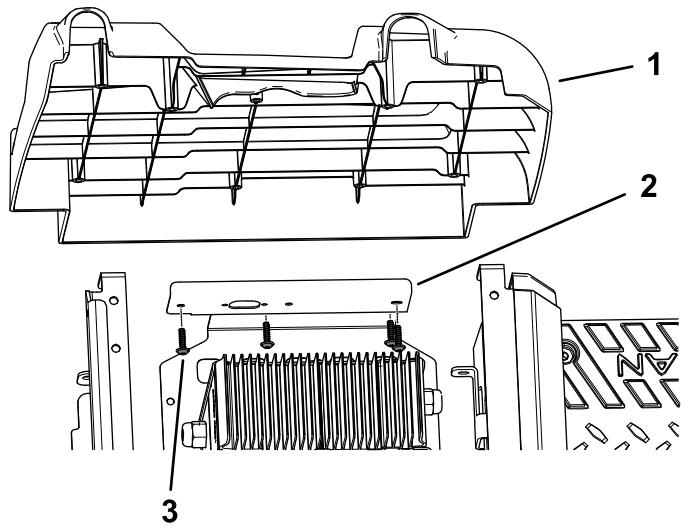

图6
- 使用 T30 套筒扳手卸下将充电器支架固定至左侧板的 4 个梅花头螺丝 M6.0 x 22mm 图6。